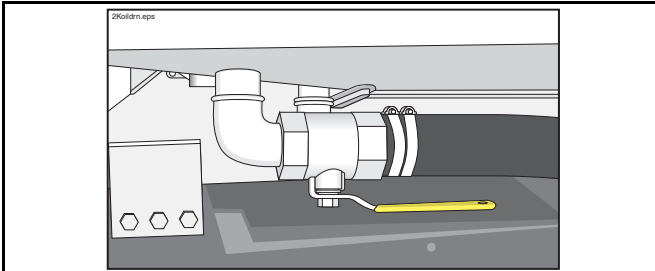

Figura 48
- Purgue el agua de la parte inferior del depósito de aceite hidráulico, abriendo el grifo o la canilla de drenaje situado en la parte inferior del depósito (Figura 48). Coloque una bandeja para drenaje abajo de la manguera de salida, abra la válvula y observe a medida que el líquido sale de la manguera. Cuando el líquido cambie de agua a aceite, cierre la válvula. Debido a la condensación, agravada por los grandes ciclos de calentamiento y enfriado, es normal que haya una pequeña cantidad de agua en el tanque cada día, pero se debe asentar en el fondo del tanque durante la noche. El agua que se drena debe ser clara y el aceite que sigue también debe ser claro, no lechoso.